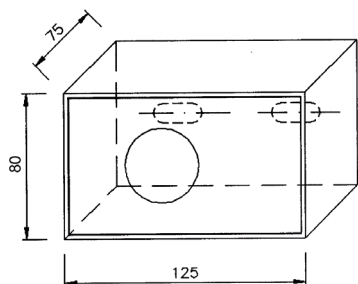
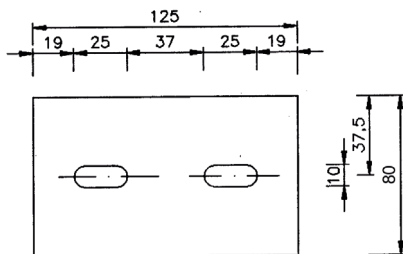
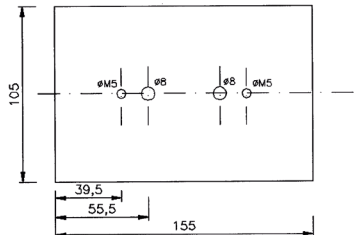

Abb. 1: Korpus SchlüsselDepot K3
Abb. 2: Rückwand SchlüsselDepot K3
Abb. 3: Grundplatte (optional)
1. Maueraushub entsprechend der Maße (Abb. 1 bzw. Abb. 3) schaffen
3. Bohren:  $\varnothing$  6 mm mind. 55 mm tief (Abb. 3). Bohrloch säubern (Abb. 2). Falls eine Türüberwachung integriert ist, muss noch eine zusätzliche Bohrung zur Kabeldurchführung geschaffen werden.